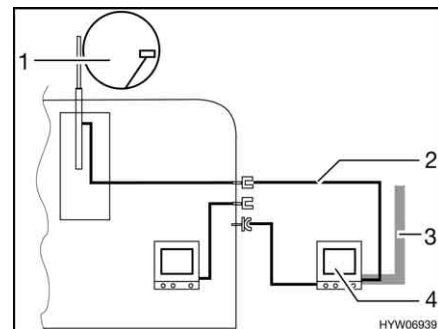

Fig. 182 TV nella tenda veranda
- TV nella tenda veranda (Fig. 182,4): Collegamento all'antenna del tetto (Fig. 182,1) con cavo di collegamento (Fig. 182,2)
- TV nella tenda veranda (Fig. 182,4): Collegamento a antenna esterna (Fig. 182,3)